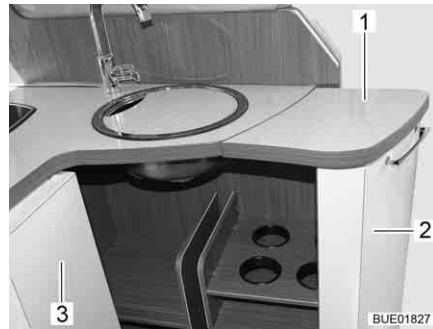

Bild 132 Arbeitsplatte, verbreitert
- Auszug (Bild 132,2) herausziehen.
- Tür (Bild 132,3) öffnen.
- Arbeitsplattenverbreiterung (Bild 132,1) auf den Auszug legen.